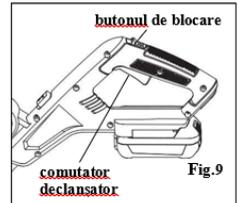

Fig.9
- Pour démarrer la tondeuse, appuyez sur le bouton de verrouillage en même temps et appuyez sur la gâchette. (Voir figure 9)